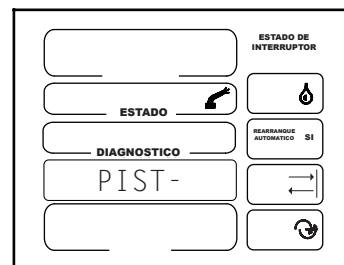

Figura 28-1
1. La pantalla mostrada en la Figura 28-1 significa que el sector 1 de pistola final no está programado. Si la pantalla de voltaje está en blanco, esto significa que no hay ajustes para el sector de pistola final indicado.